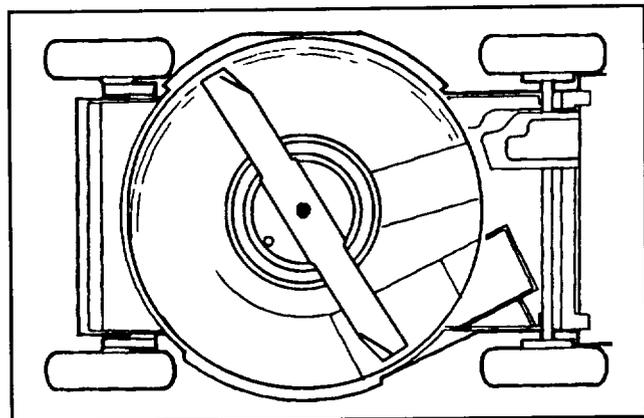

Figure 26
3. Basculer la tondeuse sur le côté droit (fig. 26). Éviter de faire tourner les lames ce qui risquerait d'entraîner des problèmes de démarrage.